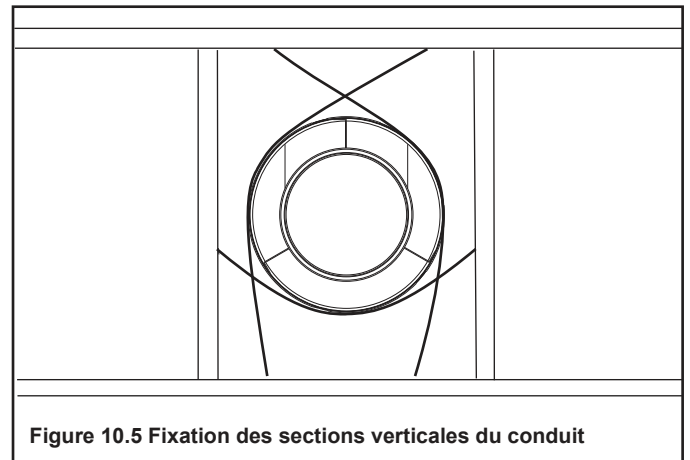

Figure 10.5 Fixation des sections verticales du conduit
- Des supports de conduit ou des courroies de plombier (espacés de 120°) doivent être utilisés pour supporter les tronçons. Voir les Figures 10.5 et 10.6.